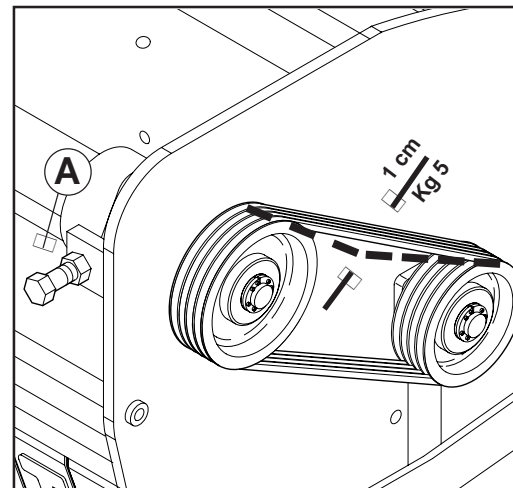
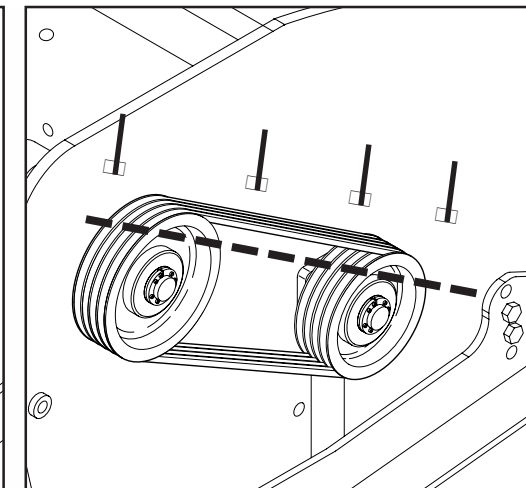

Fig. 18
Fig. 19
- Wenn die Riemen richtig gespannt sind (Abb. 18), prüfen, daß die Riemenscheiben gut ausgerichtet sind (Abb. 19).
- *Une fois les courroies tendues (fig. 18), contrôler l'alignement des poulies (fig. 19);*
- Con las correas tensas (Fig. 18), controlar la alineación de las poleas (Fig. 19).
Premere sulla cinghia, nella zona centrale fra le due pulegge, con una forza di 5 Kg, la forza deve provocare una deformazione sulla singola cinghia di 1 cm (Fig. 18).
È consigliabile a tal proposito, munirsi di una riga metallica di lunghezza adeguata, e appoggiandola sui bordi delle due puleggie (vedere linea tratteggiata Fig. 19), la stessa deve toccare tutti e quattro i bordi delle puleggestesse.
Press on the middle part of the belt between the two pulleys with a 5 Kg force. Each belt should give 1 cm (Fig. 18).
In this respect we recommend placing an adequately long metallic ruler on the edges of the two pulleys (see broken line Fig. 19).
Im mittleren Abschnitt zwischen den beiden Riemenscheiben mit einer Kraft von 5 kg auf den Riemen drücken. Der einzelnen Riemen muß sich um 1 cm eindrücken lassen (Abb. 18). Es empfiehlt sich daher, einen Metallstab von geeigneter Länge auf die Ränder der beiden Scheiben aufzulegen (siehe Strichlinie Abb. 19), wobei dieser den Umfang der Scheiben an jeweils zwei Punkten berühren muß.
Appuyer sur la courroie, dans la zone centrale entre les deux poulies, en exerçant une force de 5 kg. La force exercée doit provoquer une déformation sur la courroie concernée de 1 cm (fig. 18).
A ce sujet, il est conseillé de se munir d'une règle en métal ayant une longueur appropriée. En la posant sur les bords des deux poulies (voir ligne en pointillé Fig. 19), cette règle doit toucher les quatre bords des poulies.
Al tensar las correas, preste mucha atención a la planeidad de las poleas. Presionar la correa, en la parte central entre las dos poleas, con una fuerza de 5 kg. La fuerza debe provocar una deformación de 1 cm (Fig.18) en cada correa.
Para tal fin, es aconsejable utilizar una regla metálica con una longitud adecuada y apoyarla sobre los bordes de las dos poleas (véase línea punteada Fig. 19), la misma tiene que tocar los cuatro bordes de las poleas.